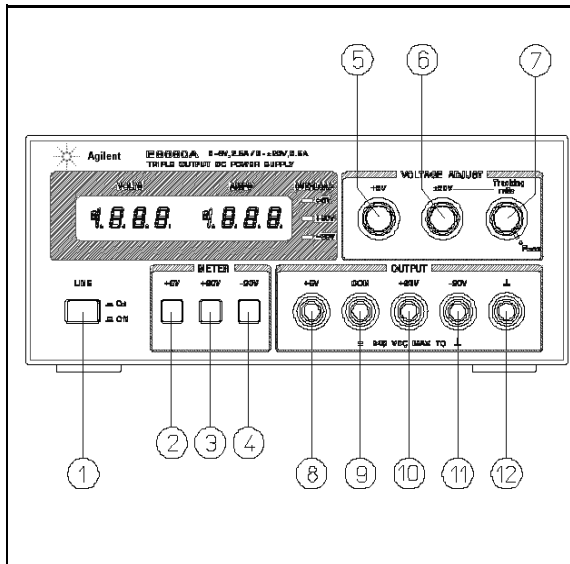

Figure 2. Boutons et voyants de la face avant
Les étapes suivantes décrivent l'utilisation des boutons et des voyants de la face avant illustrée sur la figure 2 et servent à contrôler brièvement si l'alimentation est opérationnelle. Suivez cette procédure de contrôle ou le test de performance plus détaillé de la section Informations de Maintenance à la réception de l'instrument et avant sa connexion à un quelconque équipement de charge.
Cette alimentation peut être utilisée individuellement ou bien en parallèle ou en série avec une autre alimentation (voir paragraphes Fonctionnement en parallèle et en série). Toutes les bornes de sortie sont isolées de la terre. Les sorties de ±20 V et de +6 V utilisent une borne de sortie commune unique. Cette borne commune (COM) ou l'une des autres bornes de sortie peut être connectée à la borne de mise à la terre du châssis située sur la face avant (12) sur la figure 2), ou bien toutes les sorties peuvent être laissées flottantes. Les charges peuvent être connectées séparément entre chacune des bornes de sortie de 0 à ±20 V et la borne COM, ou entre les bornes de sortie de -20 V et les bornes de +20 V pour une sortie de 0 à 40 V. Les boutons-poussoirs des afficheurs permettent de sélectionner rapidement la tension ou le courant de sortie à surveiller. Pour surveiller la tension de sortie de 0 à 40 V, additionnez les valeurs affichées par le voltmètre pour les sorties +20 V et -20 V et utilisez soit l'afficheur de +20 V, soit l'afficheur de -20 V, pour mesurer le courant.